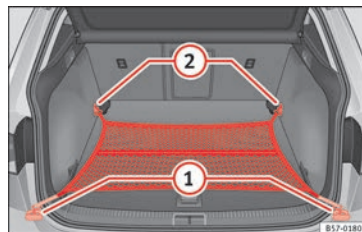

Fig. 167 En el maletero: bolsa de red enganchada a ras del suelo.
- Dado el caso, levante las argollas de amarre delanteras » » fig. 167 ②.
- Fije los ganchos de la red en las argollas de amarre ② » » ⚠. La cremallera de la bolsa tiene que quedar hacia arriba.
- Fije los ganchos de la red en las argollas de amarre ①.